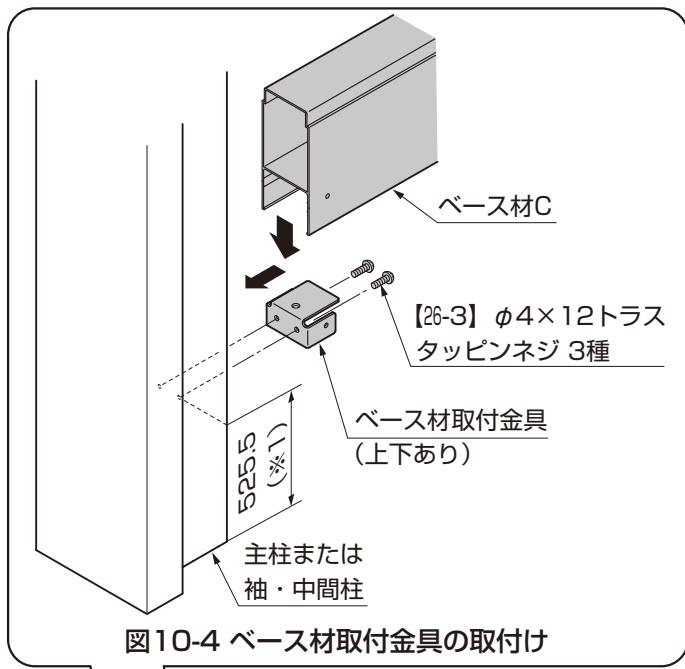

図10-4 ベース材取付金具の取付け
- ①ベース材取付金具を【26-3】で主柱または袖・中間柱に取付けてください。(図10-4参照)
- ②ベース材Cを【26-3】でベース材取付金具に取付けてください。